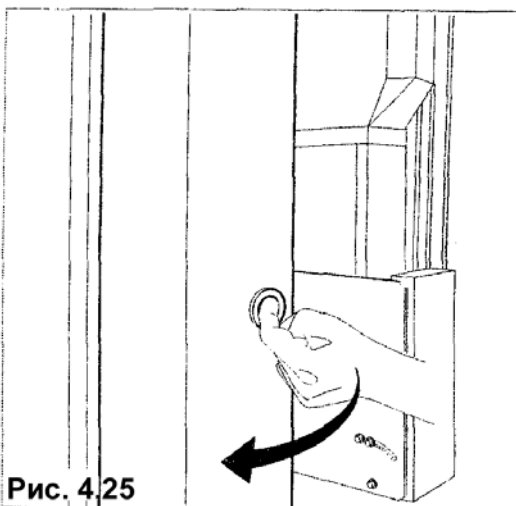

Рис. 4.25
- Откройте защитную дверцу платы и монетного механизма (рис. 4.25)